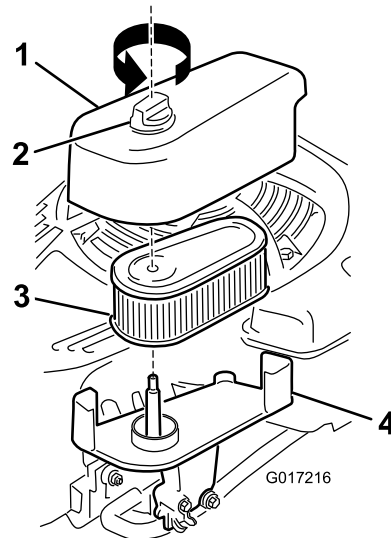

Bild 29
1. Lösen Sie die Befestigung und nehmen Sie die Luftfilterabdeckung ab (Bild 29).